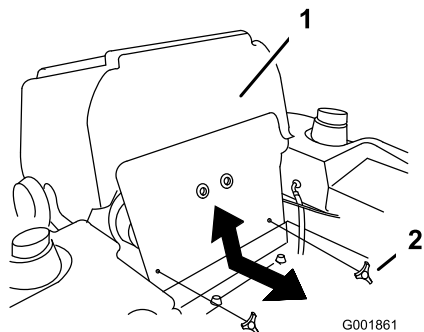

Figura 43
1. Incline el asiento hacia adelante y retire el panel delantero del motor (Figura 43).